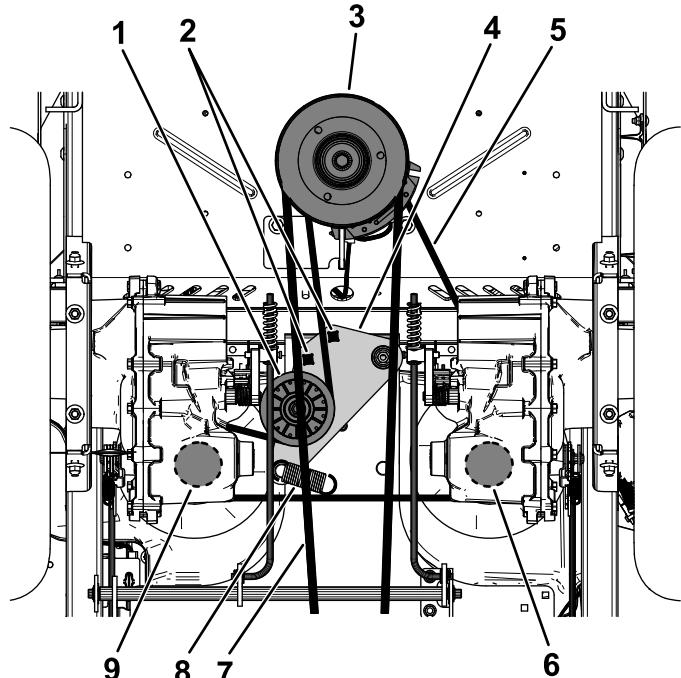

Figure 78
5. Insérez un rochet de $\frac{1}{2}$ pouce ou une poignée articulée dans les trous carrés du bras de la poulie de tension pour détendre le ressort de la poulie de tension (Figure 78).
6. Retirez la courroie existante de la poulie de tension, des 2 poulies d'entraînement de pompe hydraulique et de la poulie du moteur (Figure 78).
7. Chaussez la courroie neuve sur la poulie de tension, la poulie du moteur et les 2 poulies de la pompe hydraulique (Figure 78).